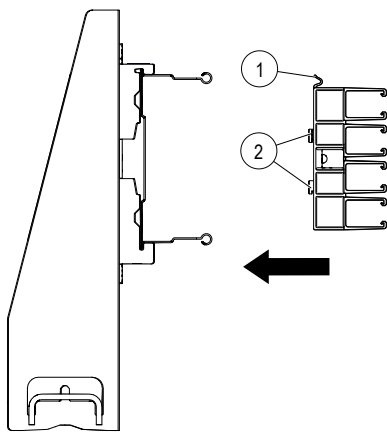
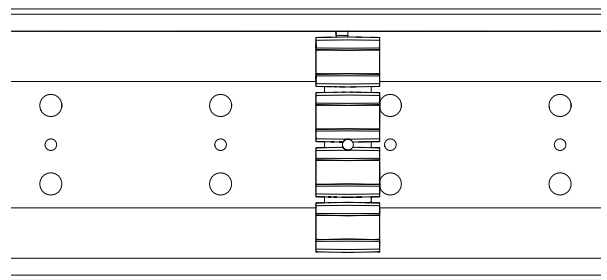

Abb. 14: Arretierungsklip (1) und Zapfen (2) des Schienenhalters 0812
Abb. 17: Schienenhalter 0812 in die ProShell-Tragprofilschiene 128 montieren
1. Den Arretierungsklip (1) in den oberen Rahmen der ProShell-Tragprofilschiene einhängen, sodass durch das Eindrehen des Schienenhalters die Zapfen (2) in die Bohrungen des ProShell-Tragprofils versenkt werden (siehe Abb. 14 bis Abb. 17).